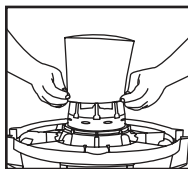

FIGURE 17
33. Avec le couvercle du réservoir dans une position renversée, glissez le manchon en mousse vers le bas, au-dessus du couvercle en tirant jusqu'à ce que le manchon en mousse couvre complètement le couvercle. **FIGURE 17.**